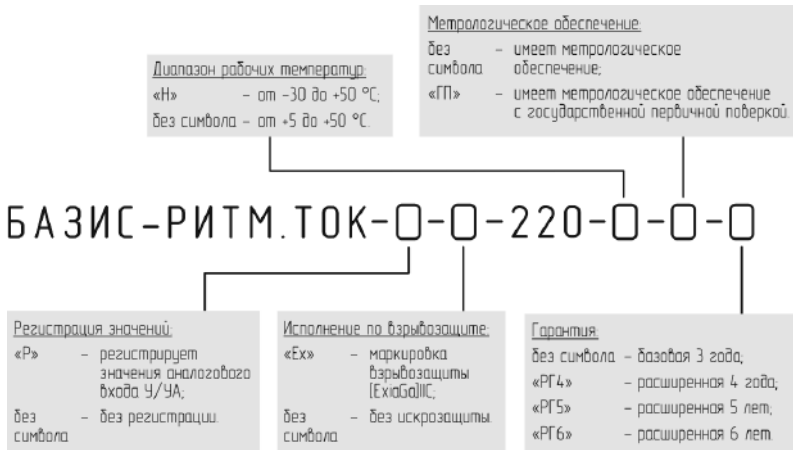

Рис. 4.1. Модификации исполнения ТОК Контроллера гр. А
4.4.1. Модификации различных исполнений Контроллера гр. А кодируются следующим образом (рис. 4.1—4.5).